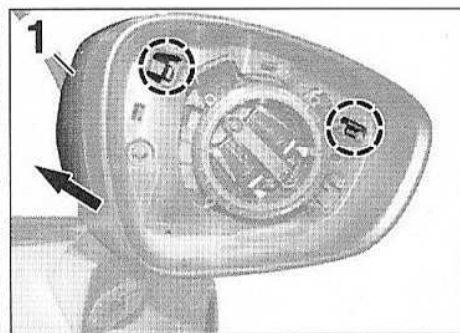

FIG.32
- Dégrafer et déposer la coquille (1) (Fig.32).